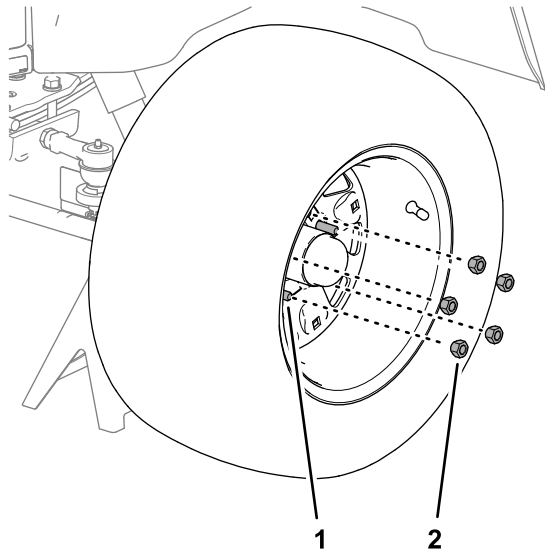

Bild 12
1. Richten Sie die Löcher des Rades auf die Stehbolzen der Radnabe aus (Bild 12).
2. Montieren Sie das Rad mit den fünf Radmuttern auf die Stehbolzen und ziehen Sie sie von Hand an (Bild 12).